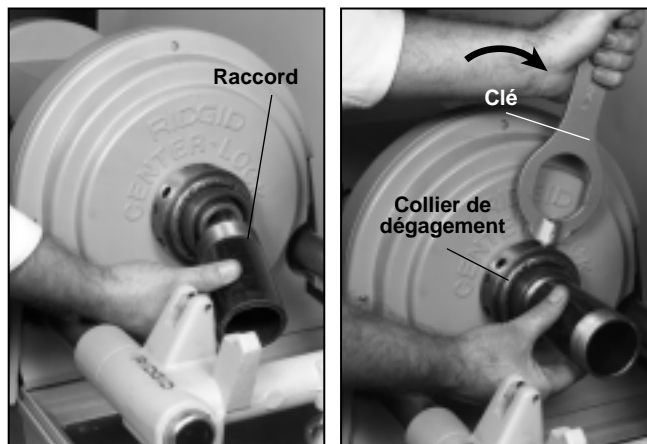

Figure 17 – Installation et dégageage des raccords
5. Vissez le raccord dans l'adaptateur, puis alésez et filetez l'autre bout (Figure 17). Introduisez la clé dans le collier et libérez le raccord.